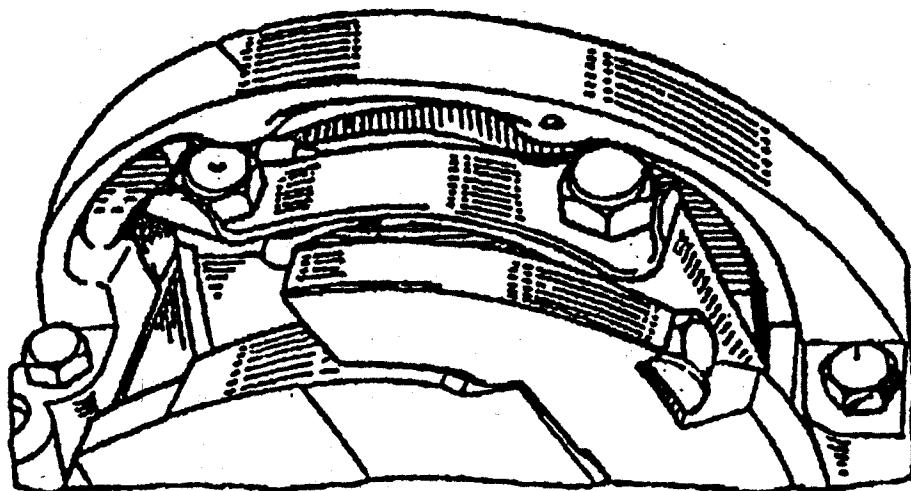

Рис. 7. Снятие опоры масляного картера
16. Снять опору масляного картера в сборе (рис. 7).